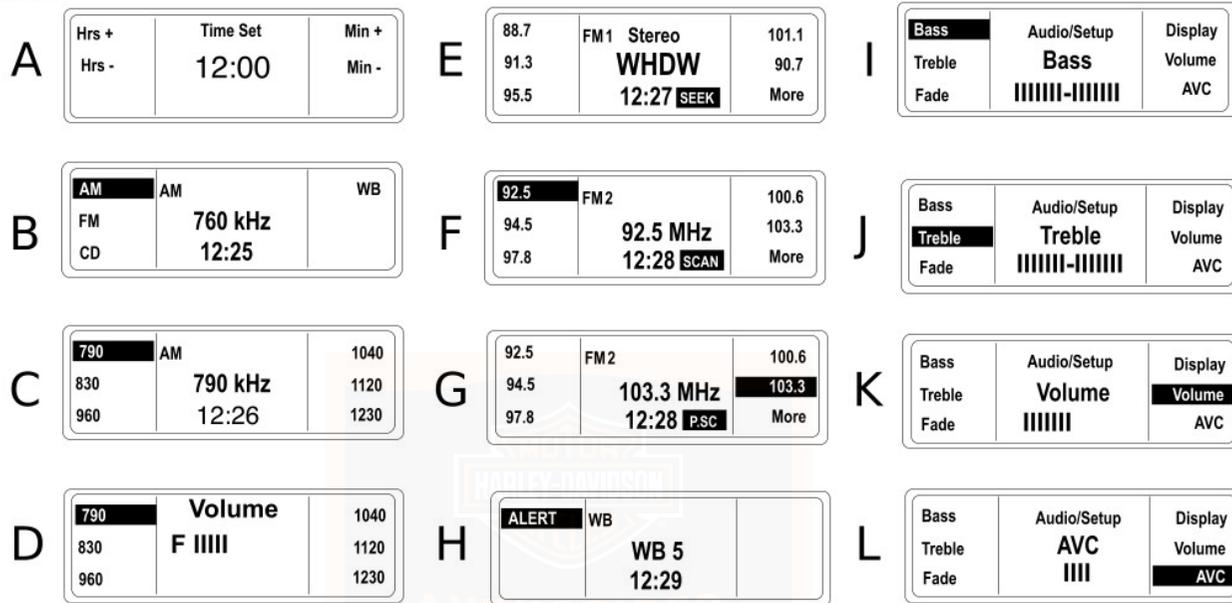

Figure 30. Exemples d'affichage à cristaux liquides sur les modèles FLHX, FLHTC et FLT XR
Voir A dans la Figure 30. Pour augmenter les heures sur l'affichage, appuyer sur la touche programmable Hrs+. Pour diminuer les heures, appuyer sur la touche programmable Hrs-. Quand l'heure est correcte, relâcher la touche programmable.
Voir B dans la Figure 30. L'affichage à cristaux liquides met en évidence la bande sélectionnée.
Voir D dans Figure 30. Quand le récepteur est en service, il est possible de régler le volume en appuyant sur le (+) du commutateur **AUDIO** pour augmenter le volume ou sur le (-) pour diminuer le volume.
Voir E dans la Figure 30. Normalement, le système audio avancé reproduit les signaux FM en stéréo. L'affichage à cristaux liquides indique **STEREO** (stéréo).
Voir H dans Figure 30. Les diffusions sur les fréquences de la National Oceanic and Atmospheric Administration (NOAA) National Weather Band (WB) ne sont disponibles qu'en Amérique du Nord.
Voir E dans Figure 30. Dans le mode de recherche (SEEK), la radio passe à la station suivante possédant un signal fort.
Voir F dans Figure 30. Maintenir enfoncé le commutateur de sélection de mode (**MODE SEL**) vers le haut (**UP**) ou vers le bas (**DN**) pendant environ 5 secondes pour balayer la bande pour les signaux des stations fortes. Chaque station forte reste accordée pendant 8 secondes avant que la radio ne
Voir C dans la Figure 30. AM peut enregistrer 6 fréquences préregistrées.
*Voir E et F dans la Figure 30. Des bandes FM1 et FM2 séparées permettent au conducteur de mémoriser 2 groupes de 5 fréquences FM préregistrées (total de 10). Utiliser la touche programmable **More** (plus) pour basculer entre FM1 et FM2. La plage totale de fréquences FM peut être sélectionnée pour FM1 ou FM2.*
Voir G dans Figure 30. Dans le mode balayage (SCAN), la radio syntonise d'une station forte à la suivante jusqu'à l'annulation du balayage. Une icône P.SC est affichée tant que le balayage pré-réglé est actif.
Voir D dans la Figure 30. Le volume est ajusté à l'aide du commutateur de commande audio (**AUDIO**) sur la poignée gauche. À l'aide du pouce gauche, enfoncer le commutateur
Voir K dans la Figure 30. On peut également régler le volume sur Audio/Setup (audio/réglage).
Graves (BASS) : Voir I dans la Figure 30. Appuyer sur **AUDIO** pour afficher Audio/Setup (audio/réglage) des graves. À l'aide du pouce gauche, enfoncer le commutateur de commande audio (**AUDIO**) vers le haut (+) pour augmenter les graves
Aigus (TREBLE) : Voir J dans Figure 30. A partir d'Audio/Setup (audio/réglage) Bass (graves), appuyer brièvement sur **AUDIO** pour passer sur Treble (aigus). À l'aide du pouce gauche, enfoncer le commutateur **AUDIO** vers le haut (+) pour augmenter les aigus ou vers le bas (-) pour diminuer les aigus.
Voir J dans la Figure 30. L'affichage à cristaux liquides affiche le mot Treble (aigus) et un graphique à barres qui change de longueur en fonction du réglage. Le trait central court indique un réglage médian.
Voir L dans Figure 30. La commande de volume automatique (AVC) règle automatiquement le volume et compense ainsi pour le bruit ambiant associé à la vitesse de la motocyclette.